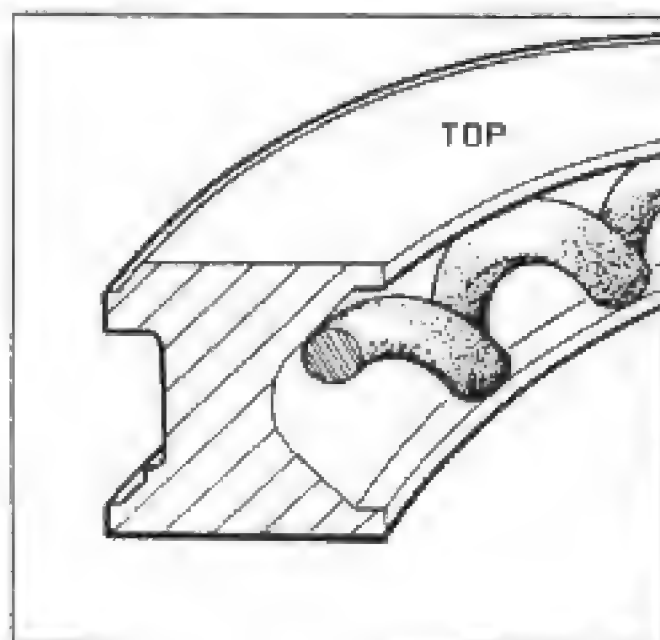

Fig.57 - Conjunto do anel raspador de óleo
c) Conjunto anel de segmento raspador de óleo (fig.57).